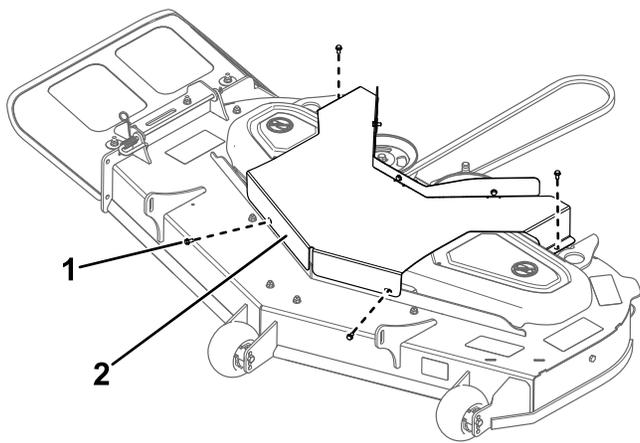

Рисунок 28
4. Удалите 4 болта, которые крепят ограждение деки, и снимите ограждение (Рисунок 28).